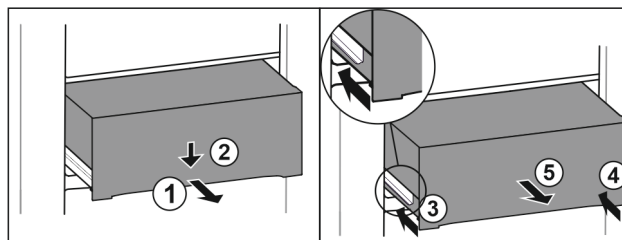

Fig. 112
- ▶ Húzza ki félig a fiókot. Fig. 112 (1)
- ▶ Nyomja le a fiók elülső oldalát. Fig. 112 (2)
- ▶ Tolja be a bal oldali sínt körülbelül 2 cm mértékben. Fig. 112 (3)
- ▶ Tolja be a jobb oldali sínt körülbelül 2 cm mértékben. Fig. 112 (4)
- ▶ Vegye ki a fiókot előre felé. Fig. 112 (5)